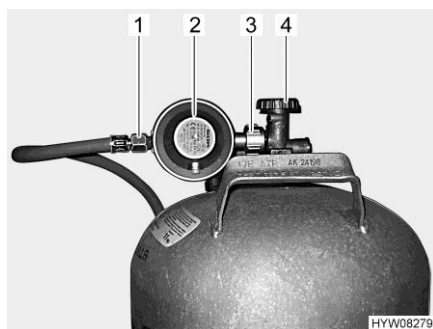

Fig. 84 Raccordo bombola del gas
- Chiudere la valvola principale di arresto (Fig. 84,4) della bombola del gas. Osservare la direzione della freccia.
- Tenere fermo il regolatore di pressione del gas (Fig. 84,2) e aprire il dado zigrinato (Fig. 84,3) (generalmente filettatura sinistra).
- Rimuovere il regolatore di pressione del gas con il tubo del gas (Fig. 84,1).
- Collocare il regolatore di pressione del gas (Fig. 84,2) con il tubo del gas (Fig. 84,1) sulla bombola del gas e serrare il dado zigrinato (Fig. 84,3) (generalmente filettatura sinistra). **Non** tirare con molta forza.